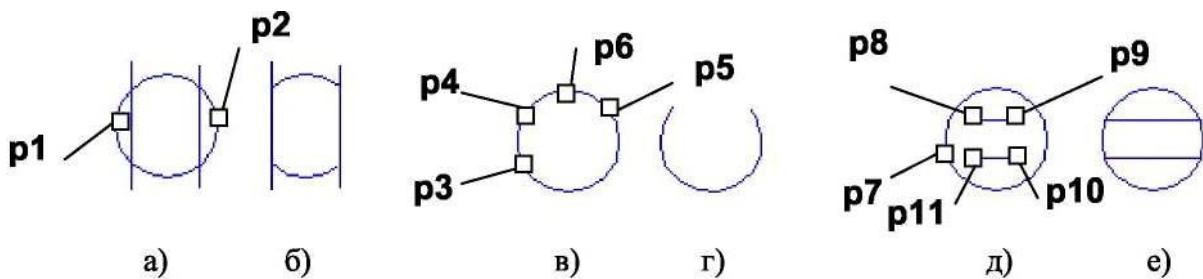

Рис. 4.10. - Примеры удаления фрагментов объектов
3. Указать точки **p1** и **p2**, находящиеся на оси отражения (рис. 4.10 б).
Усечь кривую. Команда удаляет часть указанного объекта, ограниченную точками пересечения его с другими объектами. По умолчанию удаляется участок, который указан курсором. При этом на **Панели свойств** активен переключатель - **Удалять указанный участок**. Если же требуется удалить участки, внешние по отношению к указанному, нужно использовать переключатель - **Оставить указанный участок**. На рис. 4.10 а, б после указания точек **p1** и **p2** удаляются соответствующие дуги окружностей.
- **Усечь кривую двумя точками.** Команда удаляет часть объекта, ограниченную двумя произвольно заданными точками. Команда удобна в тех случаях, когда редактируемый объект имеет много пересечений с другими объектами. В команде необходимо указать редактируемый объект (точку **p3**), а затем задать на нем две точки (**p4** и **p5**), определяющие нужный участок. Он будет удален или оставлен в соответствии с установками переключателей. На рис. 4.10 в отражен порядок указания точек **p3**, **p4**, **p5** и **p6** на окружности для получения изображения, представленного на рис. 4.10 г.
Выровнять по границе. Команда осуществляет продление объектов до границы выравнивания или усечения по ней. Необходимо вначале указать объект - границу, а затем постепенно по одному объекту из тех, которые надо выровнять. Выравнивание объекта осуществляется со стороны указания его. Чтобы перейти к выравниванию по другой границе, используйте кнопку - **Указать заново** на панели **Специального управления**. На рис. 4.10 д показана последовательность указания точек **p7**, **p8**, **p9**, **p10** и **p11** на окружностях и отрезках для получения изображения, представленного на рис. 4.10 е.